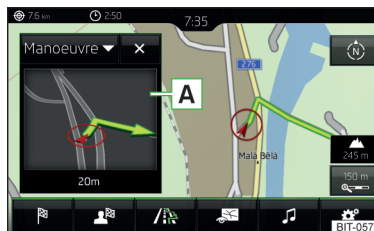

Fig. 204
El Infotainment ofrece la posibilidad de visualizar en la ventana adicional **Posición** » **fig. 204 de la pág. 176** las siguientes informaciones sobre la posición actual geográfica del vehículo, así como la señal del satélite.
- Para **selección del contenido** de la ventana adicional **A** » fig. 204, pulsar la superficie funcional y seleccionar uno de los siguientes menús dependiendo del contexto.